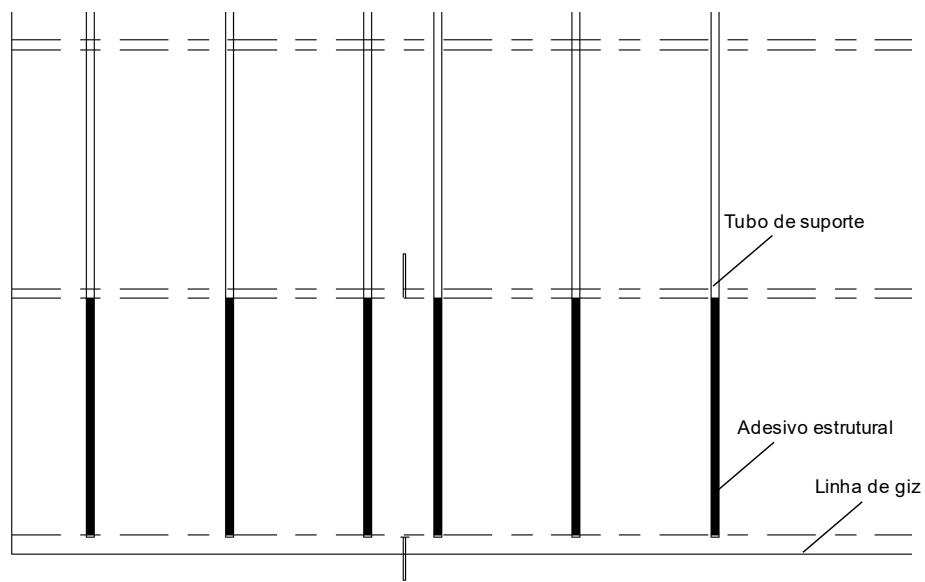

Figura 18
⑥ A posição do adesivo no tubo de suporte deve ser determinada pela linha de giz, e o adesivo estrutural deve ser aplicado de acordo com as regras de colagem no local em que o produto precisa ser instalado. (conforme mostra a Figura 18)